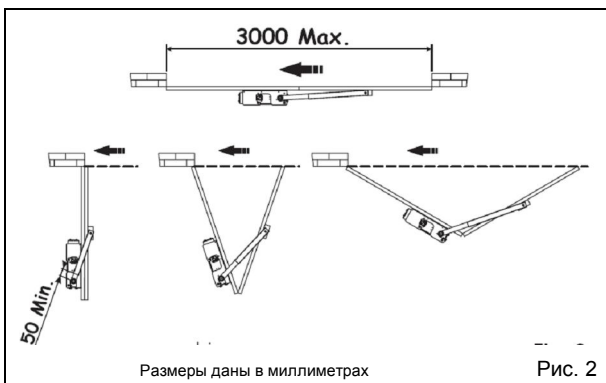
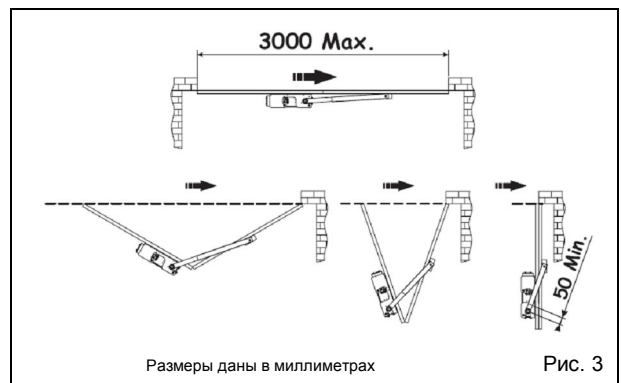

Рис. 2
Рис. 3
- 1) Привод ставят на створку, которая крепится к опорному столбу (рис. 2), или в случае нехватки места для привода при открытии створок, на навесную створку (рис. 3). Приведённые установочные размеры верны для обоих случаев.
- 8) При необходимости укоротить направляющую трубку, так чтобы её длина не превышала рекомендуемый размер 50 мм, как показано на рис. 2 и 3. ПРИМЕЧАНИЕ. Штанга и направляющая трубка должны быть одинаковой длины.